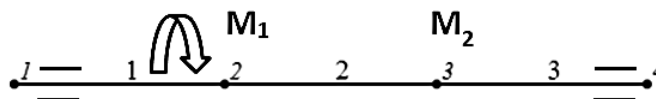

Рис. 8.2 – Схема вала к задаче 5
5. Вал вращается равномерно. К валу приложен вращающий момент M_1 , Н·м направленный по ходу часовой стрелки, если смотреть на вал слева (рис. 8.2). Определить значение направление момента M_2 , Н·м. Построить эпюру крутящих моментов.